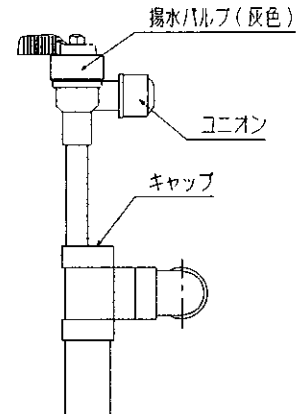

図11 揚水管
- 手順3. 図11の様に、移送水をカップに受け、水量を実測する。